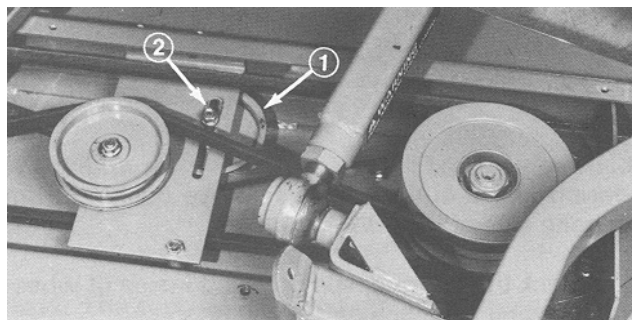

Bild 28
4. Befestigen Sie einen Riemen an der unteren Spannscheibenrinne der linken Spindel, schieben Sie den Riemen unter die Befestigungsplatte der Riemenspannscheibe und verlegen Sie ihn um die mittlere Spindelspannscheibe. Ziehen Sie die Spannscheibe zum Riemen und ziehen Sie die Bundmutter der Spannscheibe an, um den Riemen zu spannen (Bild 28).